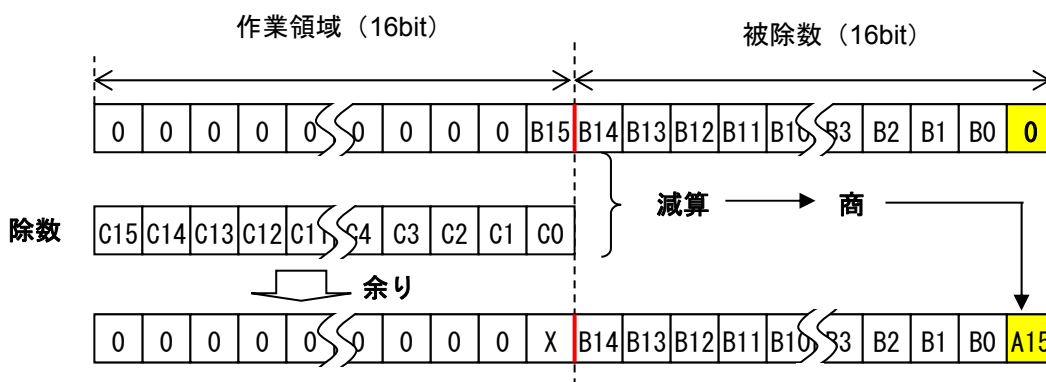

図 3.4 減算の実行
- ③ 作業領域から除数を引けるかどうかを確認し、引ければその回の商は1になり、引けなければ0になります。この商は被除数(領域)のLSBに格納します。引けた場合の余りは作業領域に格納されます(図3.4参照)。
このような計算を行う場合に注意する必要があるのが、商の桁位置(ビット位置)です。減算そのものがビットをシフトしながら引いていくので、商には1回の減算ごとに1ビットシフトしながら毎回の結果を付け加えていくことになります。図3.4の場合を考えると、その結果の1ビット(商のビット)には2の15乗の重み(桁)があります。②と③がセットで1ビット分の減算が完了します。